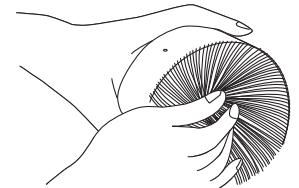

Рис. 5
- Установить новый фитиль. Вставить 3 штифта фитиля в 3 отверстия держателя фитиля в направлении вверх (Рис. 5). На держателе фитиля нанесены метки в виде стрелок, указывающих направление «вверх».